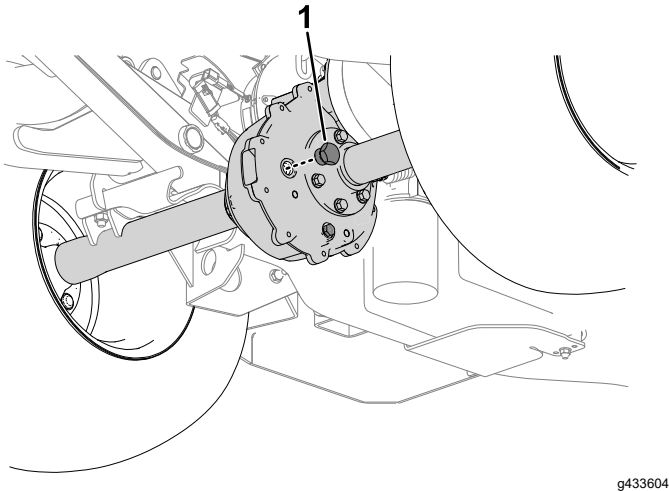

Figura 52
1. Retire el tapón de llenado del eje (Figura 52).